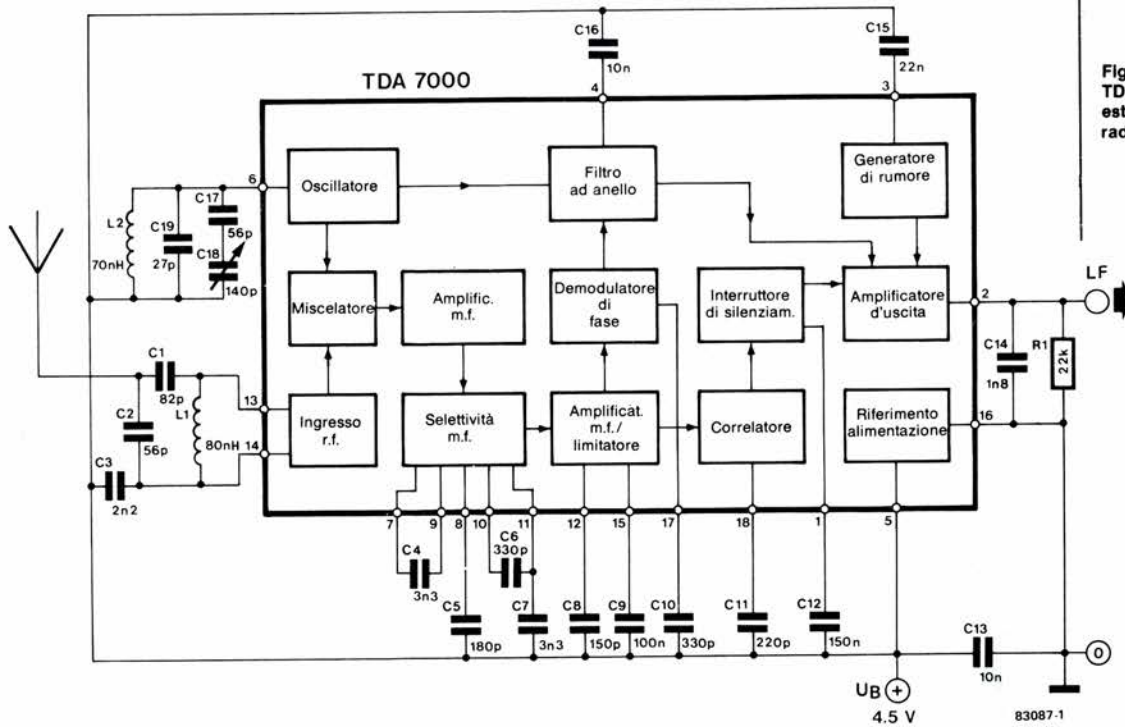

Figura 1. Schema a blocchi del TDA 7000, con i componenti esterni necessari per il radiorecettore elementare.
La figura 1 mostra lo schema a blocchi del circuito integrato, completo dei componenti necessari per una radio ai minimi termini. Il tutto è proprio molto semplice! Non daremo ulteriori spiegazioni per quanto riguarda questo schema a blocchi, in quanto vogliamo dedicarci al modo di ampliare questo circuito allo scopo di trovare qualcosa di più interessante.
Quasi tutto è racchiuso nel circuito integrato, cosicché c'è poco da progettare per quanto riguarda i componenti esterni ed il progetto del ricevitore vero e proprio non potrà in realtà essere cambiato. Le analogie tra lo schema di figura 2 e quello di figura 1 sono chiare a sufficienza, ma ci sono anche alcune differenze, principalmente per quanto riguarda lo stadio d'ingresso e l'oscillatore. Il progetto più complesso (figura 2) prevede anche uno stabilizzatore di tensione ed il succitato amplificatore audio.
**Figura 1.** Partitore di tensione standard con impedenza d'ingresso di 1 MΩ. Sfortunatamente, le resistenze con i valori indicati sono difficili da trovare in commercio.
Durante la costruzione degli strumenti di misura, saranno di solito necessari alcuni componenti di precisione. In particolare, i partitori di tensione e di corrente devono essere composti con resistenze che abbiano una tolleranza dell'1%. Il semplice partitore di tensione a 4 uscite, mostrato in figura 1, ha una resistenza totale di 1 MΩ e consiste di 4 resistenze: 900 kΩ, 90 kΩ, 9 kΩ ed 1 kΩ. Ed è qui che probabilmente avranno inizio le vostre peripezie. Se non sarete abbastanza fortunati da trovare in qualche negozio un partitore completo, sarà quasi impossibile acquistare le singole resistenze. Sarà infatti estremamente improbabile trovare in un negozio i quattro suddetti valori, con le necessarie caratteristiche di elevata stabilità.
Per fare un esempio relativo a quanto affermato sopra: se R2 devia esattamente del 5% rispetto al valore nominale, la variazione del valore risultante di R1 in parallelo ad R2 sarà soltanto di 0,4%. E' possibile affermare che la tolleranza della resistenza di maggior valore migliora di un fattore all'incirca uguale al rapporto tra i valori dei due componenti in parallelo. Il collegamento in parallelo di due resistenze presenta un ulteriore vantaggio: statisticamente c'è una probabilità molto piccola che due resistenze differiscano dal loro valore nominale nella medesima direzione: in altre parole, c'è una buona probabilità che il circuito risultante abbia una precisione maggiore di quello di figura 1, costruito con resistenze all'1% di tolleranza. In definitiva, tutto quanto detto sopra fornisce una buona giustificazione per usare resistenze collegate in parallelo. La figura 3 illustra una soluzione alternativa che impiega un numero minore di componenti. La stabilità teorica di questo circuito è tuttavia inferiore rispetto a quella del circuito di figura 2: 0,01% invece di 0,001%.